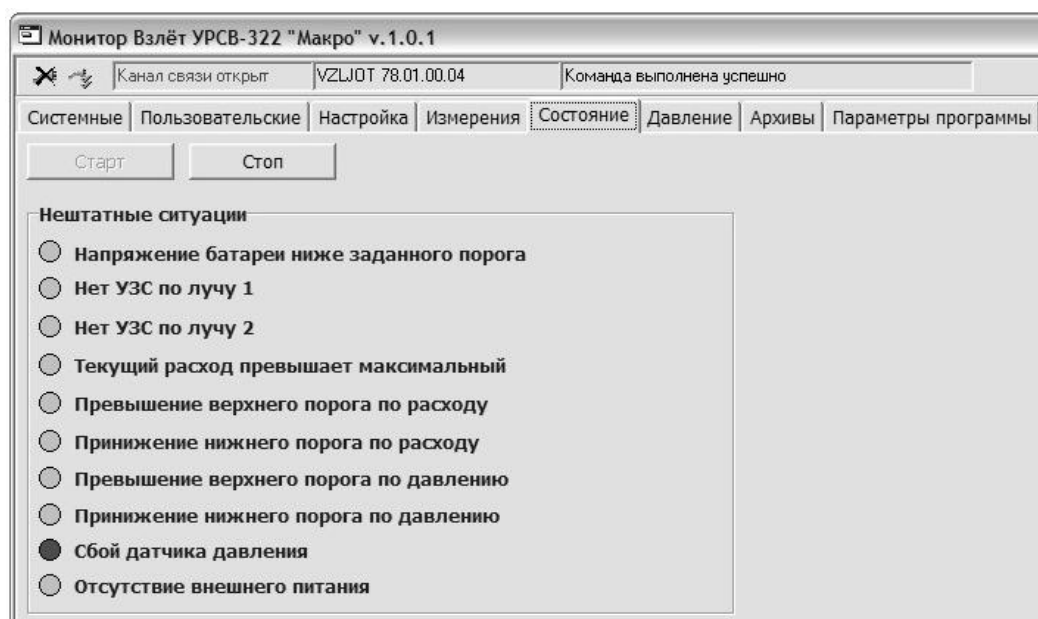

Рис.13. Окно вкладки «Состояние».
3.1.10. Щелкнуть мышкой по вкладке **Состояние**. На дисплее ПК отобразится окно, показанное на рис.13.